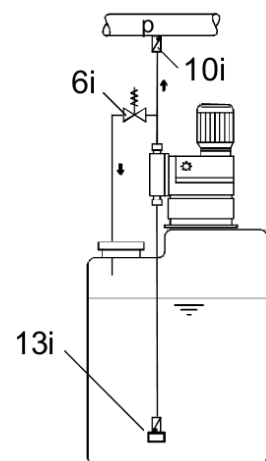

Рис. 6
- Для негазовыделяющей среды, близкой по вязкости к воде, монтировать насос можно прямо на резервуаре (соблюдая допустимую высоту всасывания) (рис. 6).